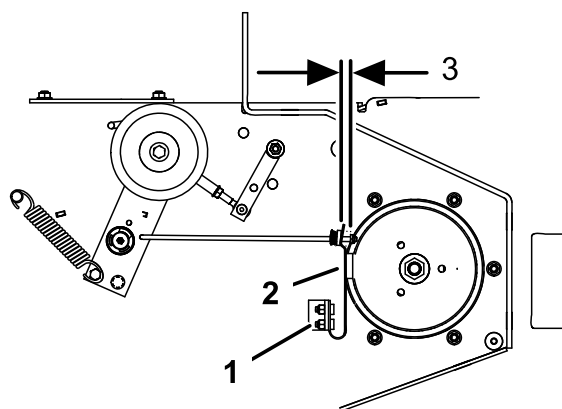

Figura 59
3. Si es necesario, ajuste los pernos de montaje del muelle hasta que la pastilla de freno de la cuchilla roce contra ambos lados de la ranura de la polea (Figura 59).
4. Ajuste la tuerca del extremo de la varilla de freno de la cuchilla hasta que quede un espacio de 3 mm-5 mm (1/8-3/16 pulg.) entre la tuerca y el espaciador (Figura 59).